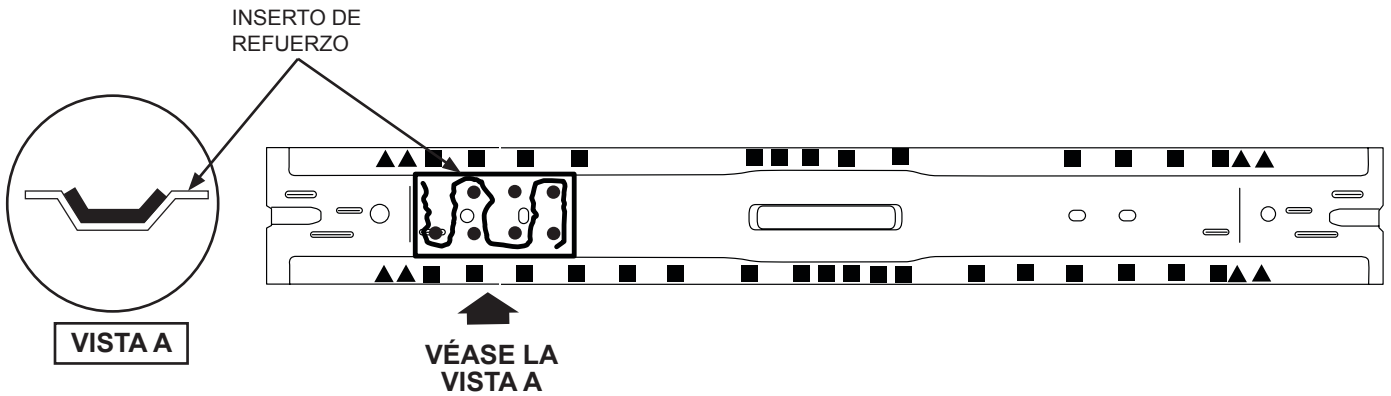

FIGURA 3
- Realice los recortes trazados para extraer las áreas dañadas y, a continuación, realice un inserto/refuerzo de 4" de longitud que le permita llevar a cabo la reparación hasta el reborde del suelo de la carrocería. (Consulte la Figura 3).
- **Opción 1** - El inserto/refuerzo puede instalarse usando ocho (8) remaches ciegos (W702512-S900C) y adherente. (Consulte la Figura 3).